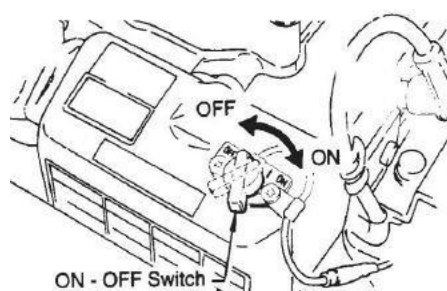

Fig 6
2. Coloque el interruptor de encendido/apagado del motor (Fig 6) en la posición **ENCENDIDO** (inicio).